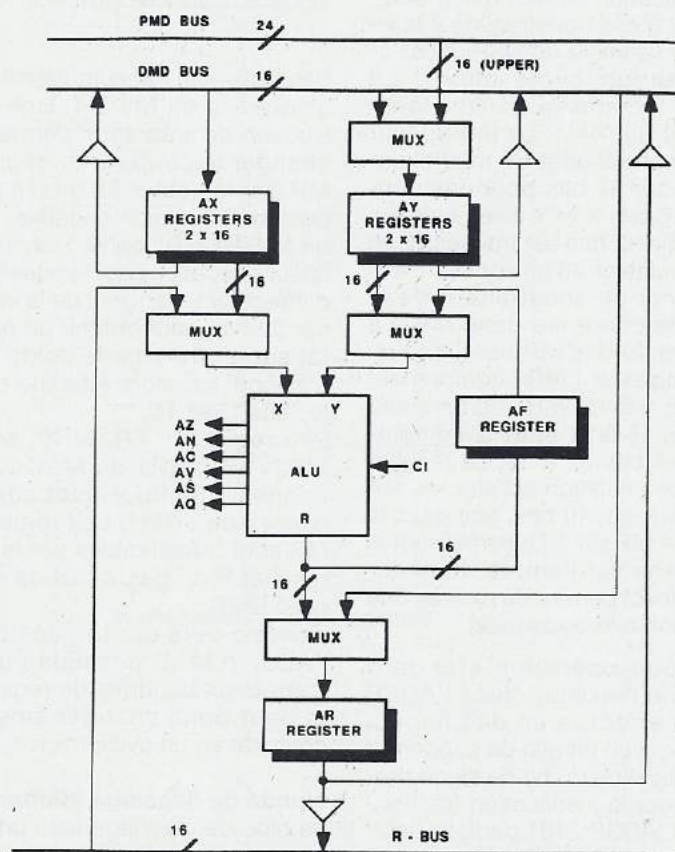

Figure 8 : L'unité arithmétique et logique.
L'unité arithmétique et logique : La figure 8 représente le schéma fonctionnel de l'ALU. Ce dernier comprend les fonctions standards arithmétiques et logiques telles que l'addition, la soustraction, la négation, l'incrément, la décrémentation, la valeur absolue, le ET, le OU, le OU exclusif et le NON (NOT). Deux instructions de division sont également utilisables. L'ALU génère une donnée 16 bits en sortie sur le bus R à partir de deux données 16 bits d'entrée X et Y. L'ALU effectue ses calculs avec retenue (AC). Ceci permet de réaliser des opérations sur 32 bits ou plus, mais en plusieurs étapes. A partir des opérations réalisées, l'ALU
Comme indiqué sur la figure 8 par les parties ombrées, l'ALU possède deux banques de registres. Chacune d'entre elles possède tous les registres décrits précédemment (AX0, AX1, AY0, AY1, AF et AR). Une seule de ces deux banques n'est accessible à la fois. Leur présence permet de changer de contexte très rapidement en positionnant un bit du registre d'état des modes de fonctionnement (MSTAT). Il est très intéressant d'utiliser cette commutation de contexte dans les sauts à des programmes d'interruption ou lors de traitement multitâche.